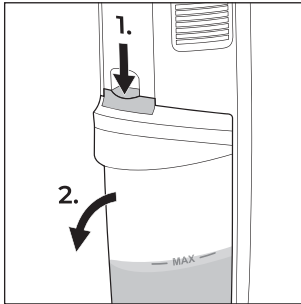

Abb. 20
- ▶ Entleeren Sie den Schmutzwasserbehälter ②, wenn das Schmutzwasser die MAX-Markierung erreicht hat.
- ▶ Wenn der Schmutzwasserbehälter ② voll ist, wird mithilfe des Schwimmers ⑧ der Absaugmotor automatisch abgeschaltet.
- ◆ Um den Schmutzwasserbehälter ② zu leeren, gehen Sie folgendermaßen vor:
1. Drücken Sie den Knopf über dem Schmutzbehälter ② nach unten (siehe Abb. 20). Halten Sie den Griff des Schmutzwasserbehälters ②, während Sie den Knopf hinunter drücken.
2. Ziehen Sie den Schmutzwasserbehälter ② nach vorne aus dem Gerät (siehe Abb. 20).